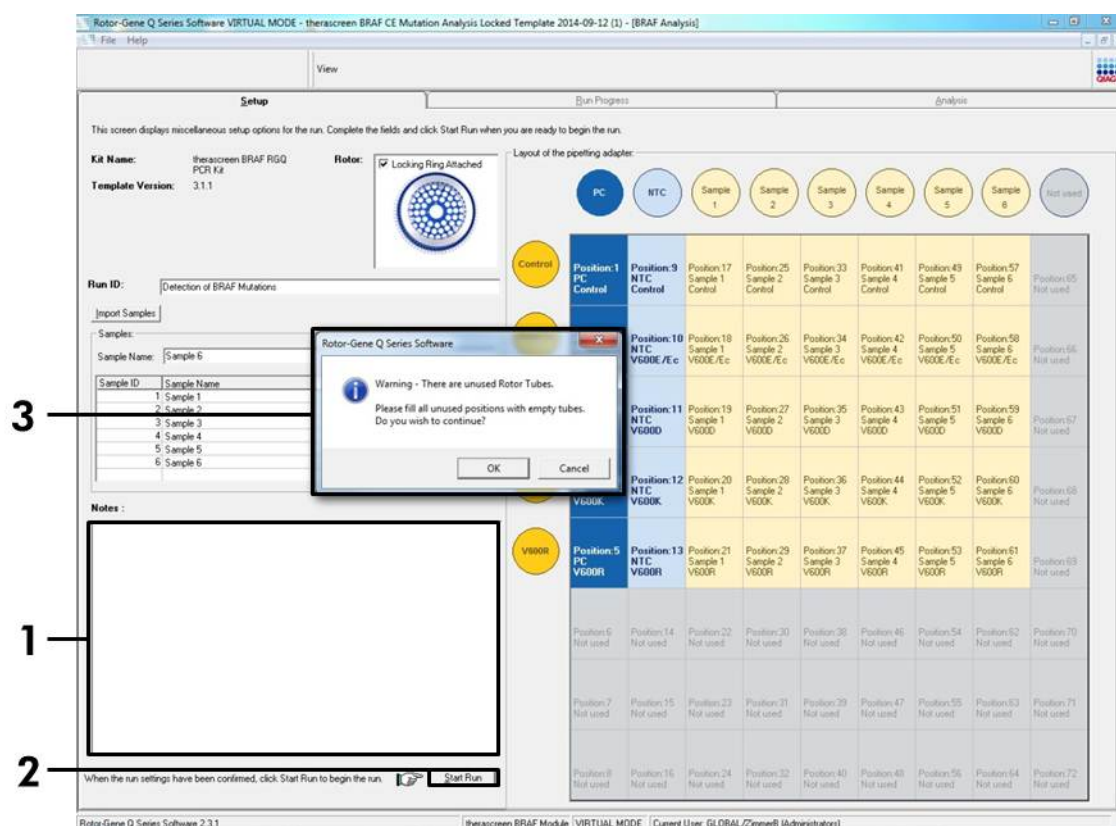

Abbildung 16. Dialogfeld „Notes“ (1), die Schaltfläche „Start Run“ (2) und der Warnhinweis über unbesetzte Rotorpositionen (3)
13. Nachdem alle Probenamen eingegeben wurden, überprüfen Sie, dass diese korrekt sind. Geben Sie bei Bedarf zusätzliche Informationen in das Dialogfeld „Notes“ (Notizen) ein, und klicken Sie dann auf die Schaltfläche „Start Run“ (Testlauf starten) (siehe Abbildung 16).
Hinweis: Wenn eine Rotorposition unbesetzt ist, wird ein Warnhinweis eingeblendet (siehe Abbildung 16), um den Anwender daran zu erinnern, dass unbesetzte Positionen im Rotor mit verschlossenen, leeren Röhrchen gefüllt werden müssen. Stellen Sie sicher, dass alle unbesetzten Rotorpositionen mit verschlossenen, leeren Röhrchen gefüllt sind, und klicken Sie dann auf „OK“, um fortzufahren.